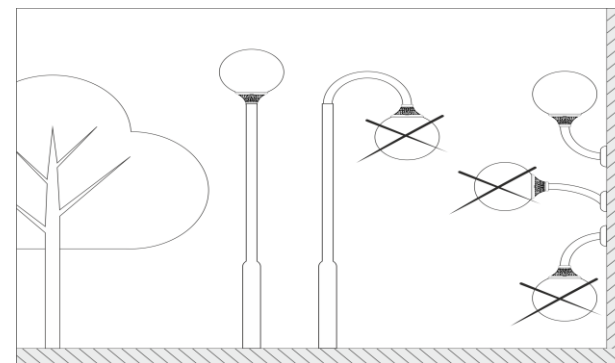

Рисунок 3
5.1 Светильник устанавливают на трубу диаметром 50...60 мм **рассеивателем вверх** (Рисунок 3)